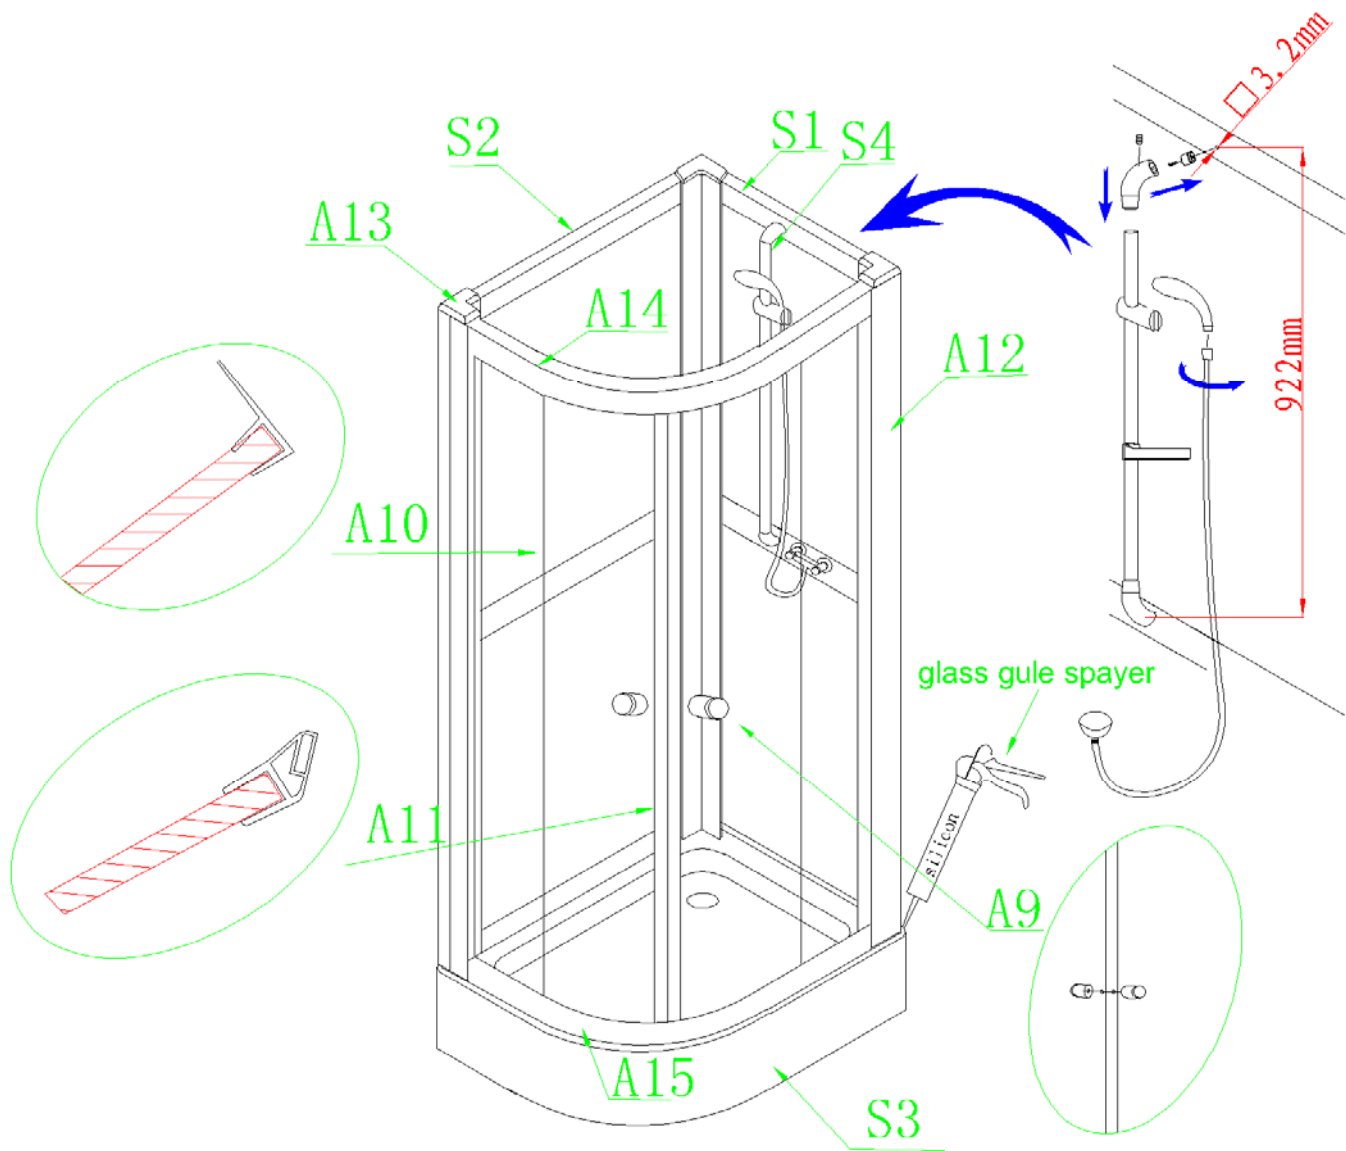

Fig. 12.
14. Sätt gummitätningsslisten (A10) och magnettätningsslisten (A11) in, montera dörrhandtaget (A9). Borra två hål på 3,2 mm i den vänstra ev. högra ramen, avståndet mellan de två hålen ska vara på 922 mm. Montera duschsetet (S4). Se fig. 12.
15. Nu är monteringen nästan klar. Men först måste du täta på utsidan mellan duschkaret och aluminiumprofilerna med våtrumssilikon (hela vägen runt). Våtrumssilikonet kan du köpa i alla byggaffärer. Följ anvisningarna på emballaget, och vänta med att använda duschkabinen tills silikonet har härdat. Se fig. 12.